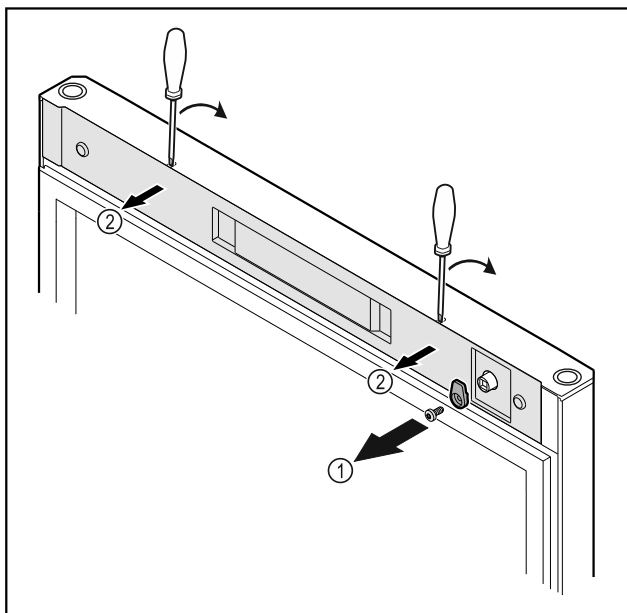

Fig. 19
- Odšroubujte petlici Fig. 19 (1).
- Uvolněte kryt Fig. 19 (1) malým šroubovákem a sejměte jej.